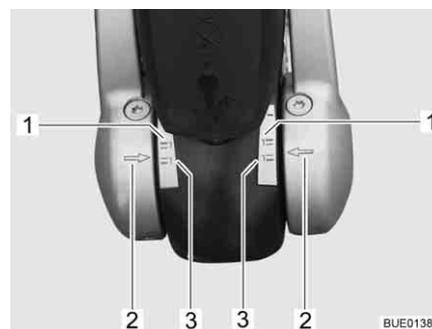

Fig. 191 Visualizador Forros de fricción a la izquierda y derecha
- Si las flechas en la arandela de presión (Fig. 191,2) se encuentran por debajo o sobre la superficie de marcación verde (Fig. 191,3), los forros de fricción estarán como nuevos.
- Si las flechas en la arandela de presión se encuentran dentro de las superficies de marcación (Fig. 191,1 y 3), los forros de fricción estarán ligeramente desgastados.
- Si las flechas en la arandela de presión se encuentran sobre o por encima de la superficie de marcación roja (Fig. 191,1), los forros de fricción estarán desgastados. Dejar que los forros de fricción sean sustituidos.